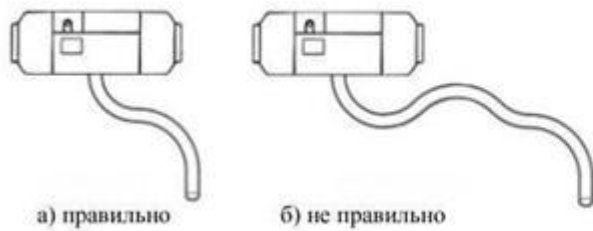

Рис.22
4.6.3 Обе воздухозаборная и выхлопная трубы должны идти в сторону и вниз от печки(Рис.22), в противном случае в нижней части трубы должно быть сделано отверстие Ø5мм для слива конденсируемой воды.